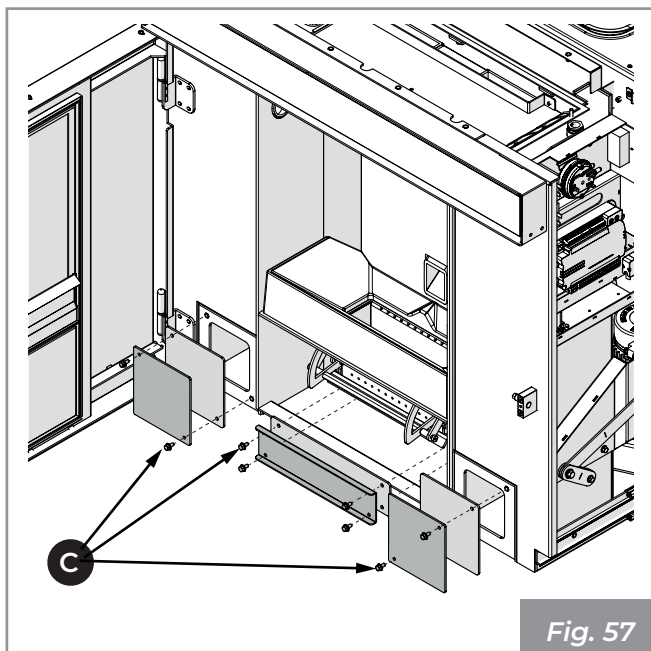

Fig. 57
- Retirar los tornillos **(C)**, retirar las tapas para acceder a los colectores **(Fig. 57)**